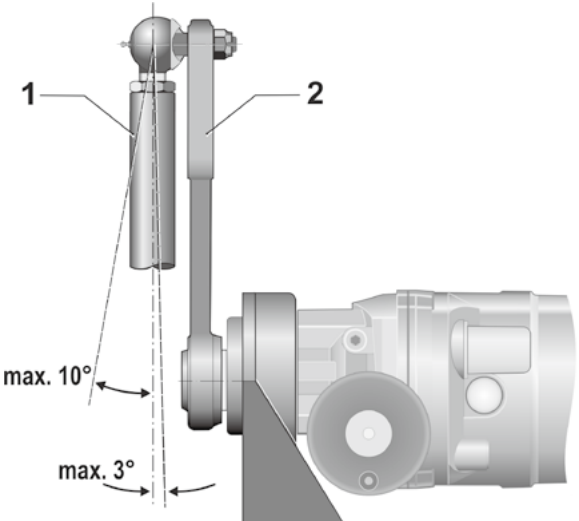

图1：安装连杆与拐臂
1. 调整安装位置，使连杆（图1中的部件1）与拐臂（部件2）的运动平面平行。